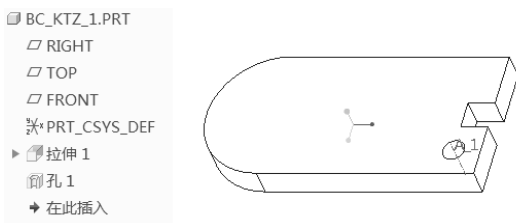

图 6-13 完成简单直孔 1
6) 在“孔”选项卡中单击  (完成) 按钮, 创建的简单直孔 1 如图 6-13 所示。